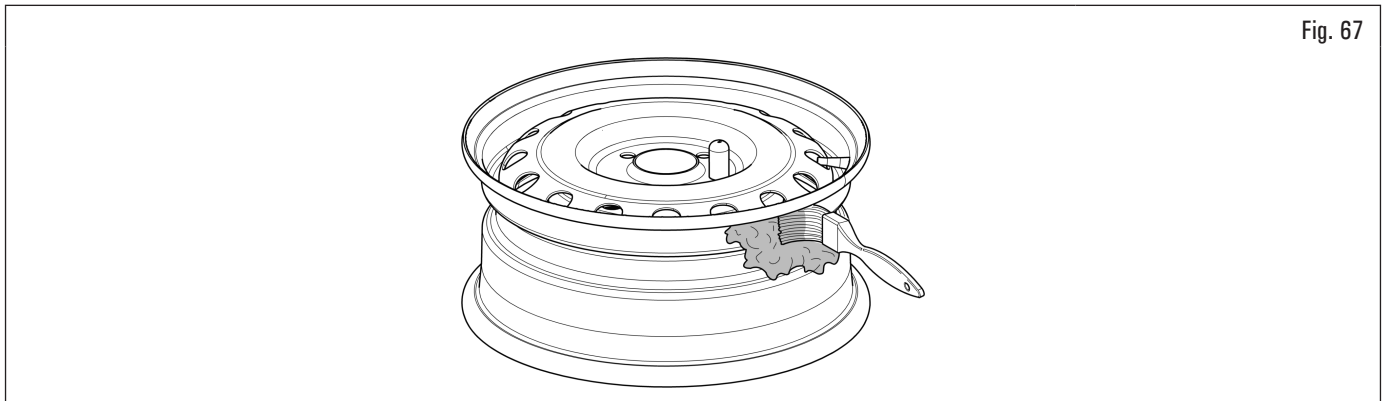

Fig. 67
1. Graisser généreusement la jante en prenant soin de garder la soupape propre et non graissée (Fig. 67) ;